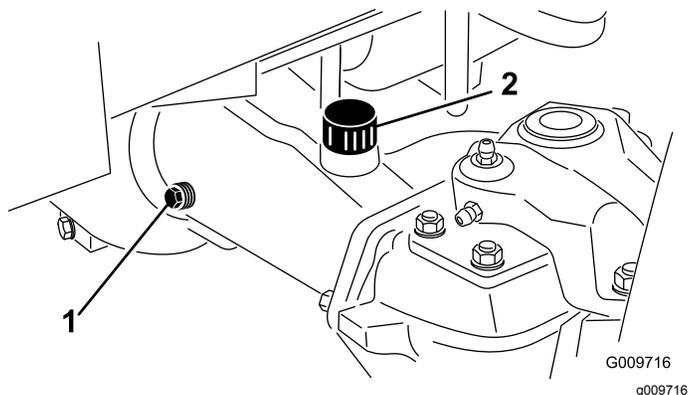

Рисунок 74
2. Снимите контрольную пробку с одного конца моста (**Рисунок 74**) и убедитесь в том, что смазочное масло доходит до низа отверстия.
3. Если уровень низкий, снимите заливочную пробку (**Рисунок 74**) и добавьте смазку, чтобы довести ее уровень до низа отверстий контрольных пробок.